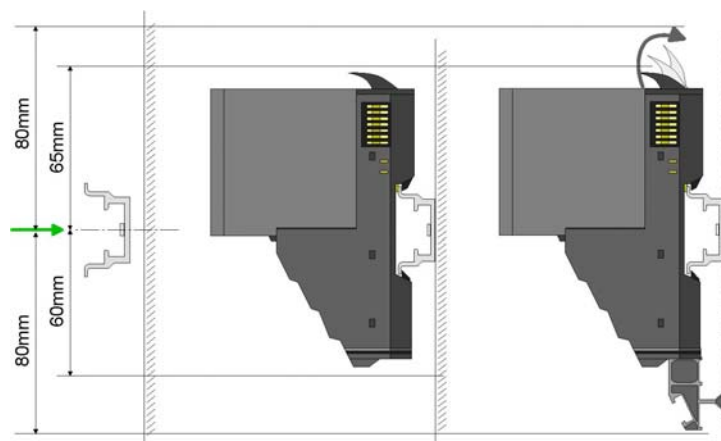

Abb. 3-7: Montageabstände
- ➔ Montieren Sie die Profilschiene mit den notwendigen Abständen (siehe Abb. 3-7: "Montageabstände").